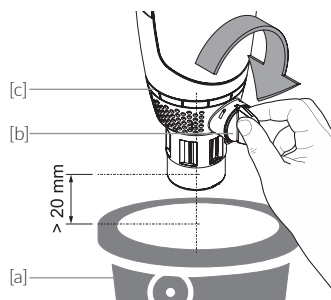

Fig. 8.1
Conformément à la norme DIN EN 1717, une distance minimale de 20 mm doit être respectée entre le bord supérieur du récipient collecteur [a] et le bord inférieur de l'entonnoir d'écoulement (Fig. 8.1).
- / Tourner la poignée de rinçage [b] de 90° dans le sens de la flèche (Fig. 8.1) et démarrer le processus de rinçage.
- / pour la dépressurisation, conformément au chapitre 8 «Rétrolavage» Fig. 8.1, tourner la poignée de rétrolavage [b] de 90° dans le sens de la flèche